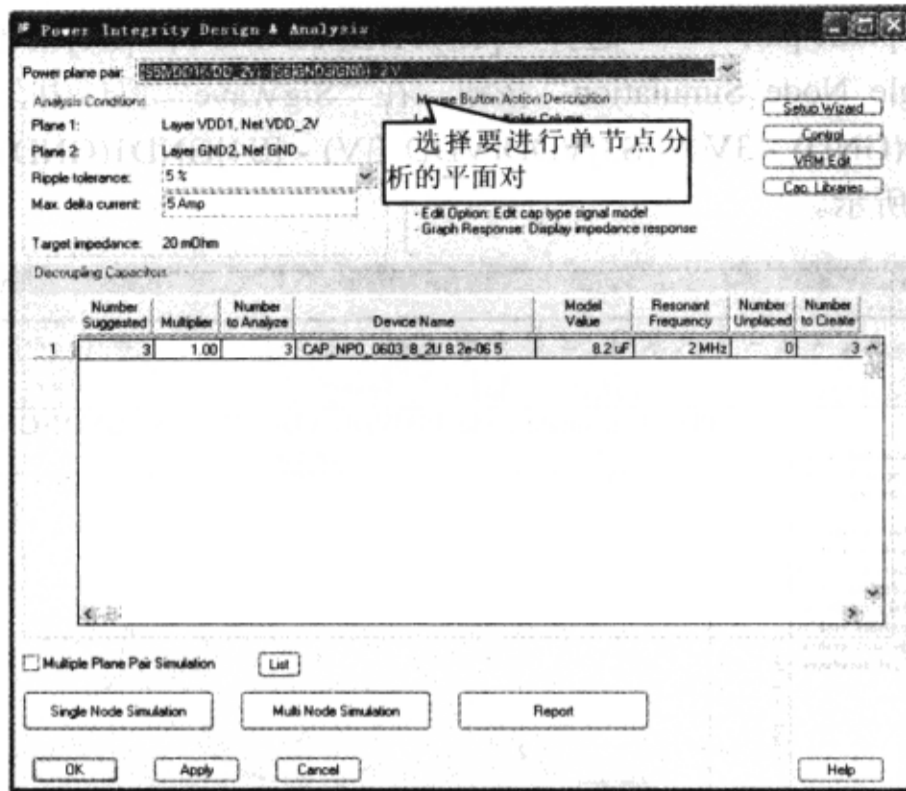

图 8-8-54 选择平面对
(4) 在“Power plane pair”栏中选择“[S5]VDD1(VDD\_2V) - [S6]GND2(GND) - 2V”，如图 8-8-54 所示。